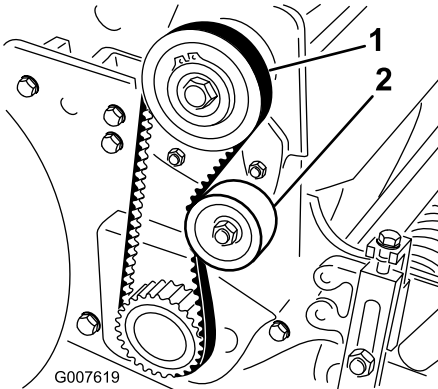

図 35
2. プーリ間の中央部で 図 35、1822N 1.82.3kg 程度の力でベルトを指で押し張り点を点検する。ベルトのたわみが 6mm あれば適正とする。
- A. アイドラプーリ固定ナットをゆるめ、プーリを右に回してベルトの背に押しつけて、適当な張りを出す 図 35。